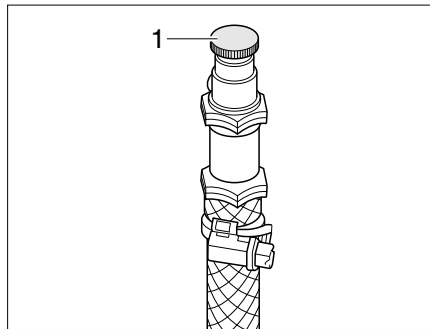

Fig. 381 Soupape de purge pour le chauffage à eau chaude
- Ouvrir la soupape de purge (Fig. 381,1) et la laisser ouverte, jusqu'à ce l'air soit complètement évacué du circuit.